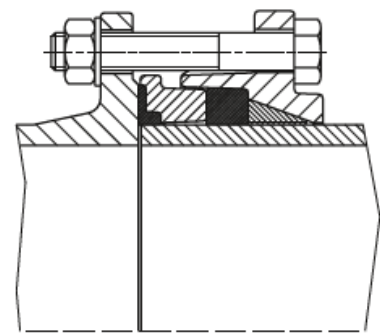

Abb. 4
4. Flanschverbindung fertigstellen (Abb. 4)